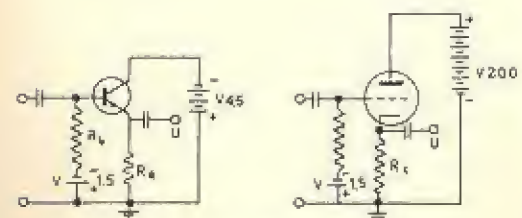

Fig. 10 - Collettore a massa. Piacca a massa (ripetitore catodico).
3) Collettore a massa (fig. 10).